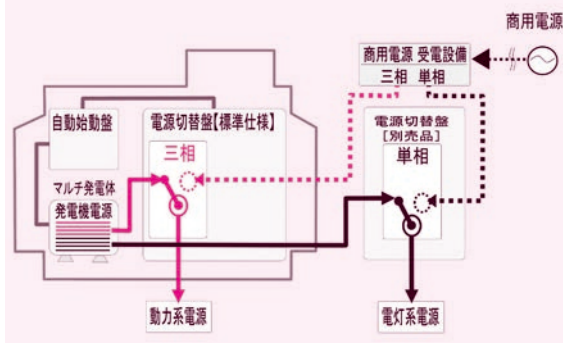

図1
- ① 平常時は自動で保守運転と点検を行う。
- ② 火災や災害時に商用電源が停電した際には、自動で発電し、各種設備に電源を供給する。
- ③ 商用電源が復旧すると自動で発電機電源から商用電源に切り替えてエンジンを自動停止させる。
- ① 三相と単相を最大まで利用する場合は、単相の電源切替盤は外部取付け(別売)が必要となる。(図1参照)